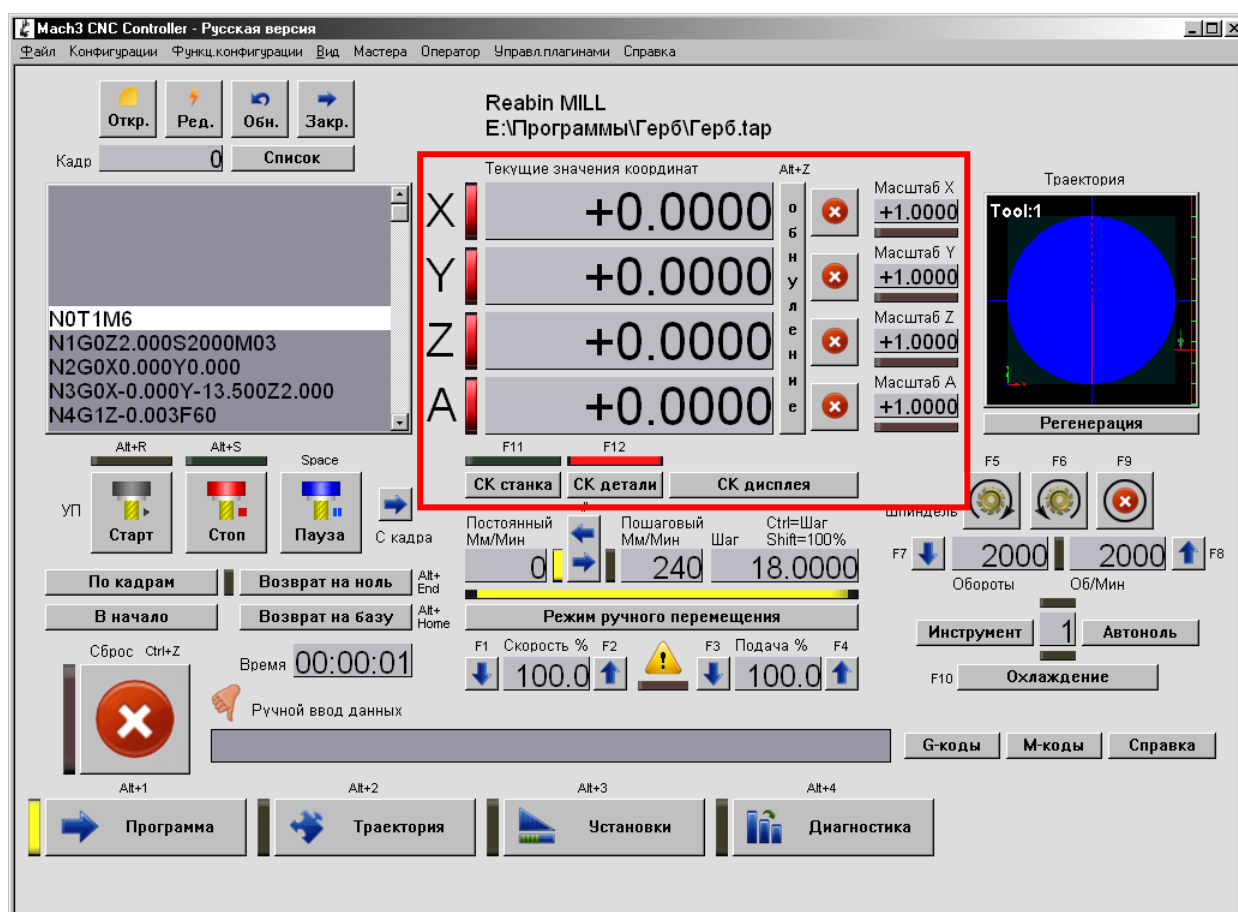

Рис. 19. Область отображения текущих координат.
3.1.9 В верхней средней части рабочего окна расположена область отображения текущих координат инструмента (**Рис. 19**). Назначение элементов: